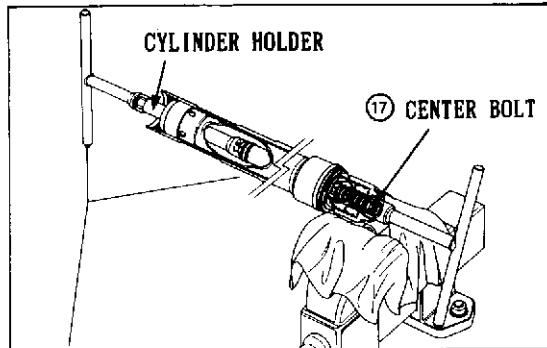

Fig. 5
- 9) Bloccare il cilindro con l'attrezzo speciale (Fig. 5).
- 9) Hold the cylinder with the special tool (Fig. 5).
- 9) Par l'outil spécial, serrer le cylindre (Fig. 5).
- 9) Den Zylinder mit Hilfe des Sonderwerkzeugs (Bild 5) klemmen.
- 9) Bloquear el cilindro con la herramienta especial (Fig. 5).